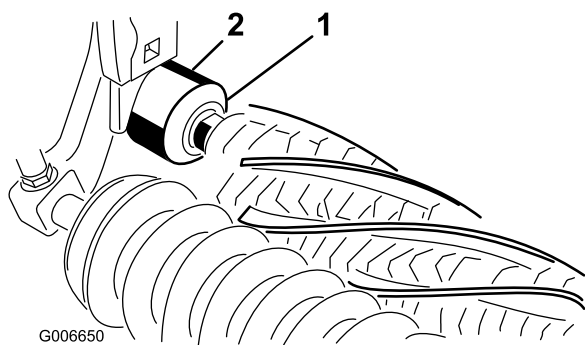

图14
21. 确保每个防尘圈上的唇形密封圈与每个轴承座轻轻接触（图14）。